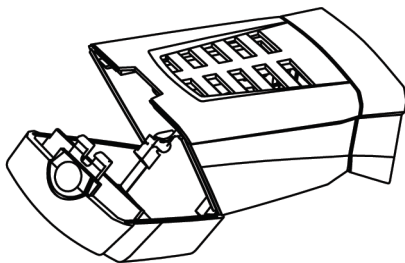

Рис. 4
2. Нажмите на кнопку крышки пылесборника и откройте крышку (рис. 4)